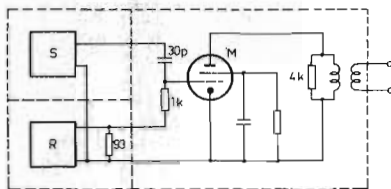

Fig. 15. Schema för impulsgenerator.
I fig. 15 visas kopplingsschema för en dylik impulsgenerator för 100 MHz. Den är uppbyggd av en signalgenerator (S), en rektangelvåggenerator (R) samt en modulator (M). Stigtiden för impulserna bör vara